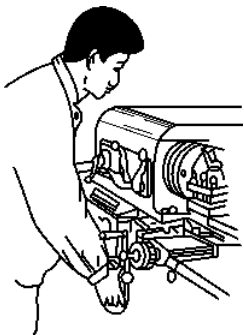

图 1-11 纵向手动进给操作姿势
① 工作准备: 将车床电源开关关闭,调整中、小滑板镶条间隙。中、小滑板手柄摇动的松紧程度要适当,过紧或过松都需进行调整。
② 转动手柄,使床鞍纵向慢速均匀移动。操作者站在床鞍手轮的右侧,双手交替摇动床鞍手轮,操作姿势如图 1-11 所示。